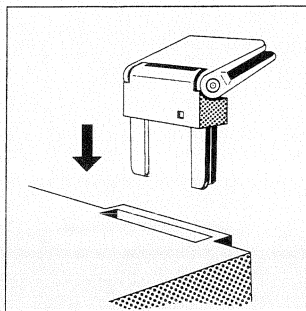

Fig. 2
- Schamiere **2** in die dafür vorgesehenen Aussparungen einstecken (Fig. 2).